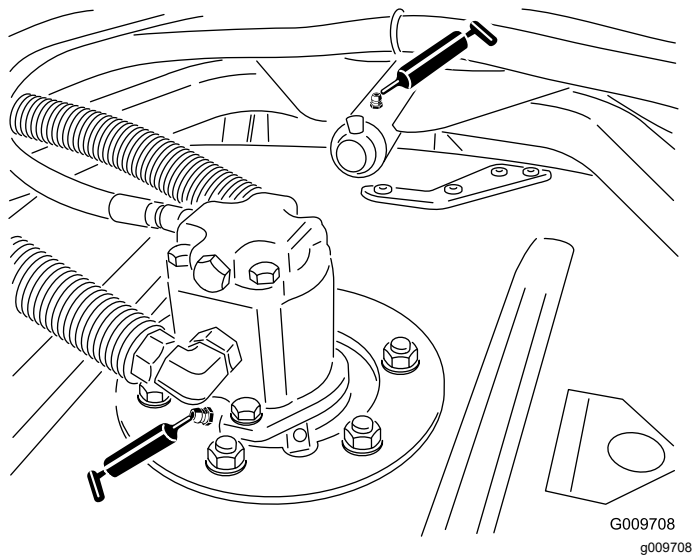

Рисунок 85
- Подшипники шпинделя режущего блока (по 2 шт. на каждый режущий блок), как показано на Рисунок 85
- Втулки несущего рычага режущего блока (по 1 шт. на каждом режущем блоке), как показано на Рисунок 85